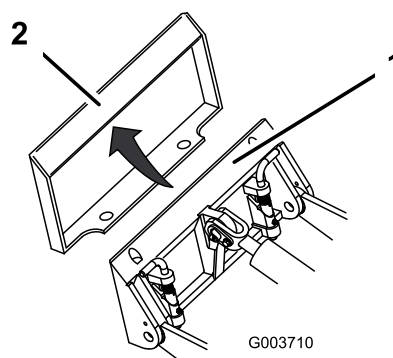

Figure 25
4. Placez la plaque de montage dans le bord supérieur de la plaque réceptrice de l'accessoire (Figure 25).